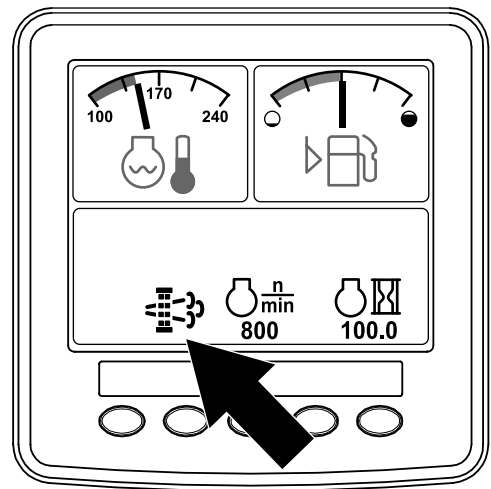

Figura 45
- Cuando el ordenador del motor solicita una regeneración con la máquina aparcada o una regeneración de recuperación, aparece el icono de solicitud de regeneración (Figura 45) en el InfoCenter.